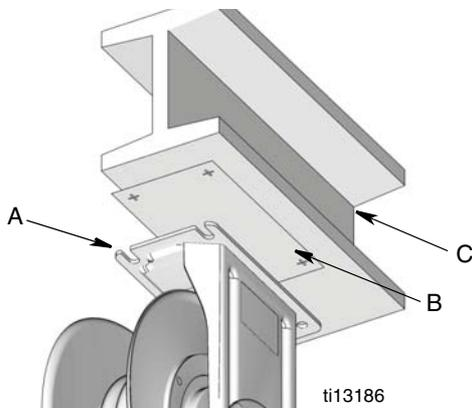

FIG. 8
1. Avec le calibre (B) fourni, forer des trous dans la poutrelle en I (C) (FIG. 8).